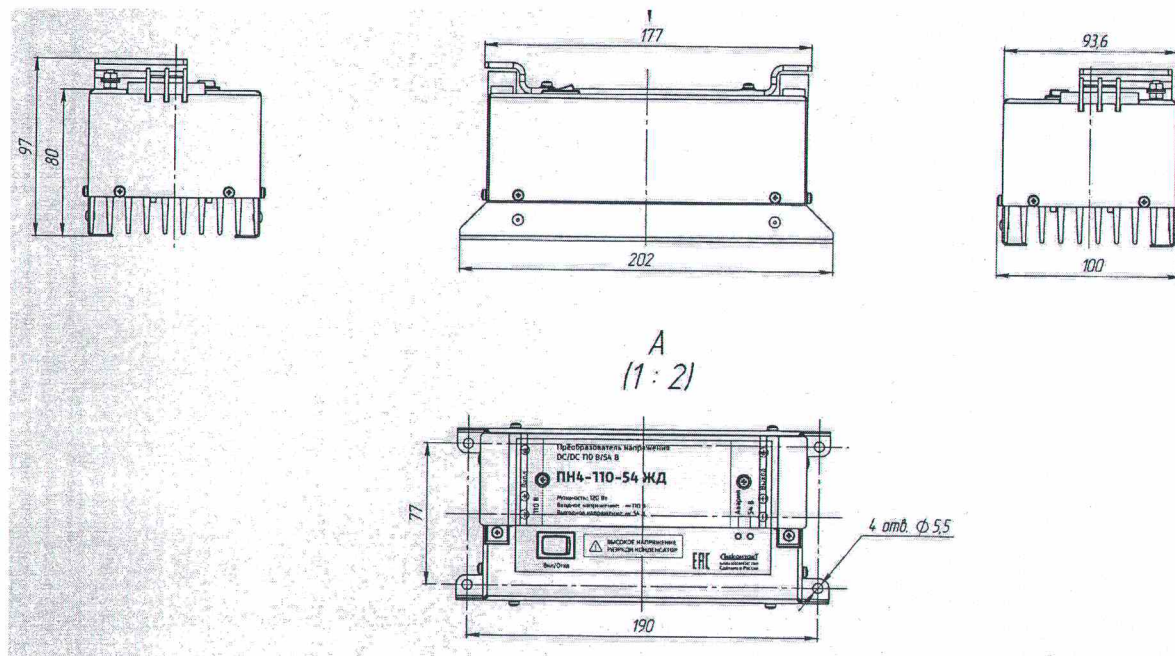

Рис.1.
6.3 Внешний вид и габаритные размеры преобразователя указаны на Рис.1.